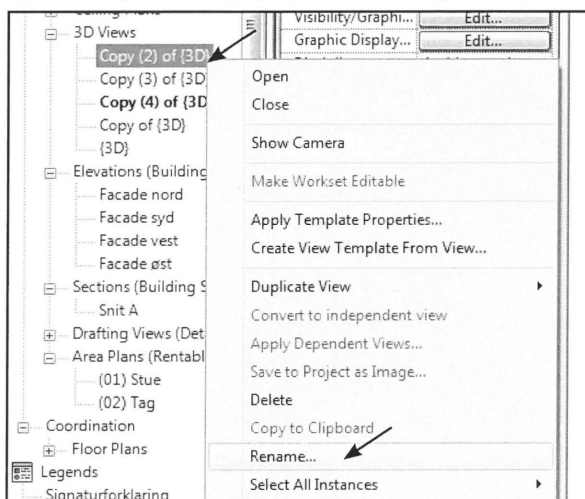

Fig. 15.04. Omdøb alle lagene.
- Højreklik derefter på hver kopi i *Project Browseren* og vælg *Rename* (Fig. 15.04).